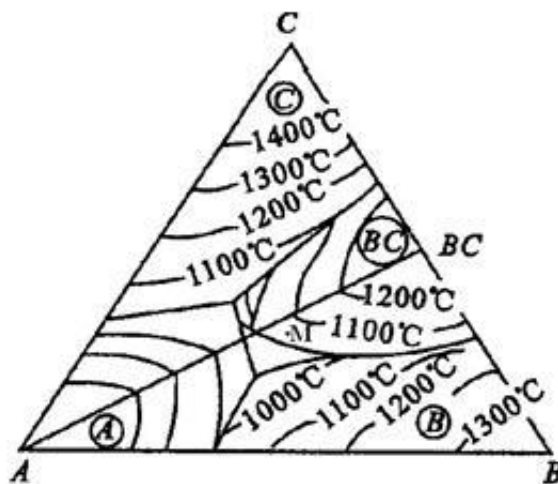

图 6-16
6-28 图 6-16 是生成一致熔融二元化合物 (BC) 的三元系统投影图。设有组成为 35%A、35%B、30%C 的熔体，试确定其在图中的位置。冷却时该熔体在何温度下开始析出晶体？